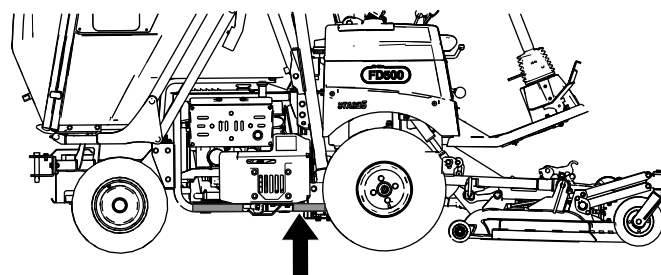
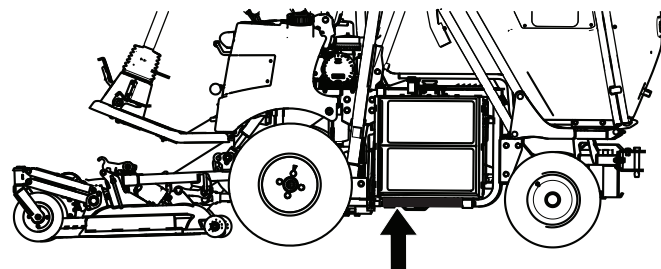

Figura 34
Figura 35
2. Coloque un gato bajo el tubo del bastidor (Figura 34 y Figura 35), directamente debajo del tubo del ROPS o lo más cerca posible.